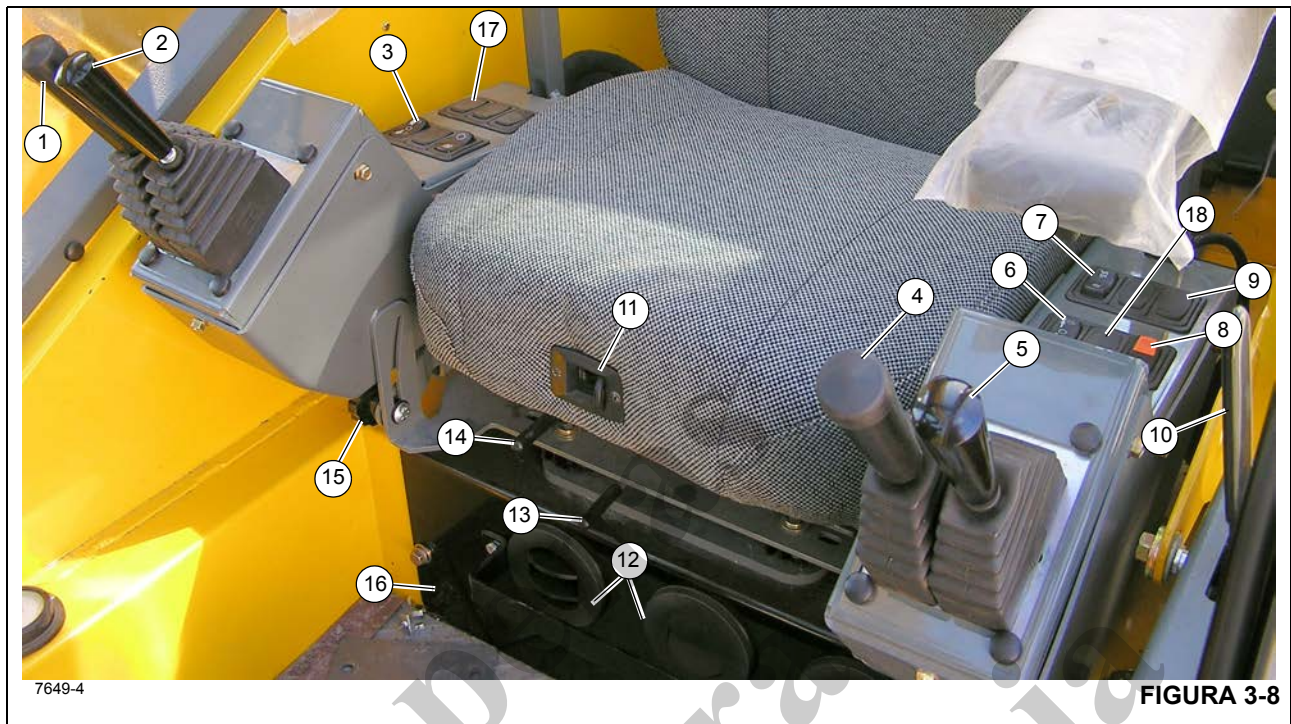

FIGURA 3-8
O indicador de diferencial do eixo bloqueado (22) (Figura 3-6) localiza-se no mostrador de indicadores da coluna de direção. Este indicador acende em âmbar depois que a chave de bloqueio do diferencial (10) (Figura 3-8) for pressionada na posição LOCK (Bloquear) e que as chaves de bloqueio do diferencial do transportador, localizadas em cada eixo, forem fechadas. Na posição LOCK (Bloquear), o diferencial não atua entre as rodas.
Números dos itens da Figura 3-8
O controle do guincho principal (1) (Figura 3-8) localiza-se no apoio de braço direito. O joystick, quando empurrado para a frente abaixa o cabo. Quando puxado para trás ele eleva o cabo.
O controle de elevação da lança (2) (Figura 3-8) localiza-se no apoio de braço direito. Quando empurrado para a frente o joystick abaixa a lança, puxado para trás ele eleva a lança.
A chave seletora da velocidade do guincho principal (3) (Figura 3-8) é uma chave de três posições fixas (Alta/desligada/baixa) localizada no apoio de braço direito. Colocada na posição alta, permite a operação das funções do guincho principal e energiza o solenoide de velocidade alta do guincho principal, proporcionando altas velocidades do cabo. Colocada na posição central, desligada, a elevação de carga é impedida. Colocada na posição baixa, permite a operação das funções do guincho principal e desenergiza o solenoide de velocidade alta do guincho principal, proporcionando baixas velocidades do cabo.
O controle do guincho auxiliar ou do telescópio (4) (Figura 3-8) localiza-se no apoio de braço esquerdo. O joystick controla as funções do telescópio quando o guindaste não estiver equipado com um guincho auxiliar. Empurre o joystick para a frente para estender a lança e puxe a alavanca para trás para retrai-la.
A chave seletora da velocidade do guincho principal (6) (Figura 3-8) é uma chave de três posições fixas (Alta/desligada/baixa) localizada no apoio de braço esquerdo. Colocada na posição alta, permite a operação das funções do guincho auxiliar e energiza o solenoide de velocidade alta do guincho auxiliar, proporcionando altas velocidades do cabo. Colocada na posição central, desligada, a elevação de carga é impedida. Colocada na posição baixa, permite a operação das funções do guincho auxiliar e desenergiza o solenoide de velocidade alta do guincho auxiliar, proporcionando baixas velocidades do cabo.
A chave de controle da direção traseira (7) (Figura 3-8) tem três posições, centralizada por mola na posição desligada e está localizada no apoio de braço esquerdo. Pressione a
A chave de controle do freio de giro (8) (Figura 3-8) localiza-se no apoio de braço esquerdo. Esta chave de duas posições on/off (liga/desliga) é usada para controlar uma válvula hidráulica que direciona um fluxo regulado de pressão do e para o freio de giro. Colocar a chave na posição on (ligada) aciona o freio de giro e colocá-la na posição off (desligada) libera o freio de giro. Quando a chave estiver na posição on (ligada), a luz indicadora vermelha na coluna de direção acende. A chave tem uma trava para evitar ativação acidental.
A chave de bloqueio do diferencial (Diferencial do eixo) (9) (Figura 3-8) localiza-se no apoio de braço esquerdo. É uma chave temporária de duas posições. Quando colocada na posição lock (bloquear), as estrias do colar de mudança se acoplam com as estrias da caixa do diferencial, os eixos e o conjunto do diferencial são travados juntos e o diferencial não atua entre as rodas. Quando posicionada na posição unlock (destravar), há ação normal permanente do diferencial entre as rodas. O indicador âmbar na coluna de direção acende quando as chaves de proximidade em cada eixo forem ativadas.
Use a alavanca de liberação da porta da cabine (10) (Figura 3-8) para abrir e fechar a porta da cabine do lado de dentro da cabine.
Para ajustar o encosto do banco, pressione o botão de ajuste (11, (Figura 3-8)) e ajuste o assento conforme a necessidade.
A unidade de controle do ar-condicionado/aquecedor da cabine (16) (Figura 3-8) localiza-se na cabine, sob o assento do motorista. As saídas (12) fazem parte da unidade de controle climático e podem ser ajustadas para direcionar o fluxo de ar.
Movendo a alavanca de deslizamento do assento (13) (Figura 3-8) apenas o assento desliza para a frente ou para trás.
Movendo a alavanca de deslizamento da estrutura do assento (14) (Figura 3-8), o assento e a estrutura do assento deslizam para a frente ou para trás.
O apoio de braço e os controles do apoio de braço podem ser ajustados por meio dos botões de ajuste (15) (Figura 3-8). Solte o botão e gire o apoio de braço até a posição desejada, reaperte o botão ao concluir o ajuste.
Os indicadores de rotação do guincho para os guinchos auxiliar e principal localizam-se na parte superior da respectiva alavanca de controle (1,4) (Figura 3-8). Cada indicador é acionado eletronicamente por um sinal de entrada originado por um sensor fixado ao guincho correspondente e por um sinal de saída de um módulo de controle. Cada alavanca de controle do guincho (1,4) pulsa quando o guincho correspondente estiver em funcionamento de maneira a ser sentida pelo polegar do operador.